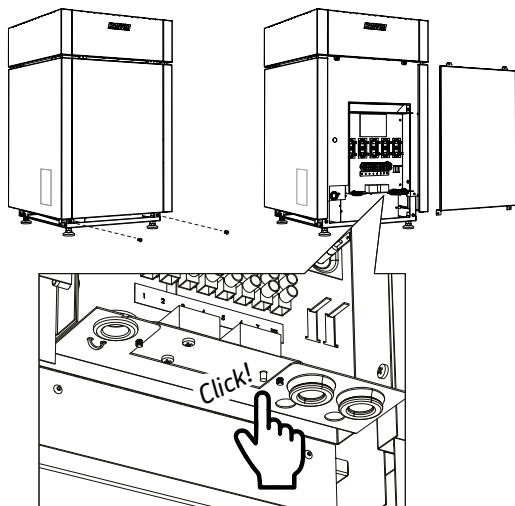

Abbildung 14. Zurücksetzen des Überhitzungsschutzes des Verdampfers
- Stellen Sie sicher, dass der Überhitzungsschutz nicht ausgelöst wurde. (Abbildung 14. Zurücksetzen des Überhitzungsschutzes des Verdampfers)
- Anleitung zum Zurücksetzen des Überhitzungsschutzes des Verdampfers (Abbildung 14. Zurücksetzen des Überhitzungsschutzes des Verdampfers)